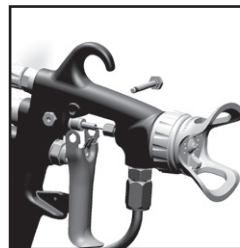

Bild 25
1. Entfernen Sie den Abzug und den Flüssigkeitsschlauch. (Siehe Bild 25 und 26)